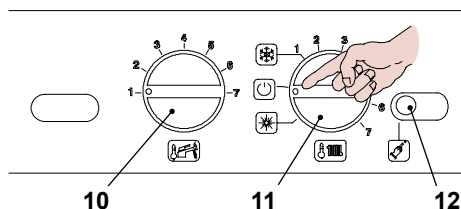

Fig. 5.66
- Per uscire dalla programmazione posizionare il selettore di funzione / manopola regolazione temperatura 11 come indicato in Fig. 5.66 .